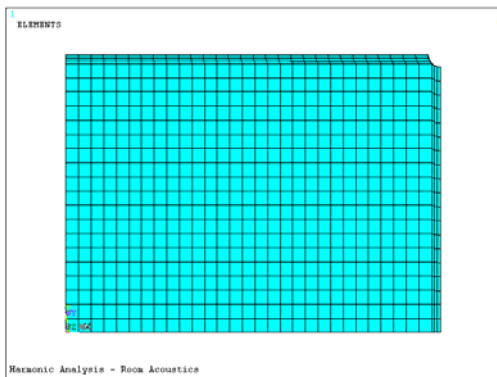

图 11-79 生成网格后二维几何模型
⑨依次选择 Main Menu→Preprocessor→Meshing→Mesh→Volumes→Mapped→4 to 6 side，会弹出“Mesh Volumes”对话框，单击“Pick All”按钮划分网格并关闭该对话框。生成网格后的二维和三维模型分别如图 11-79 和 11-80 所示。